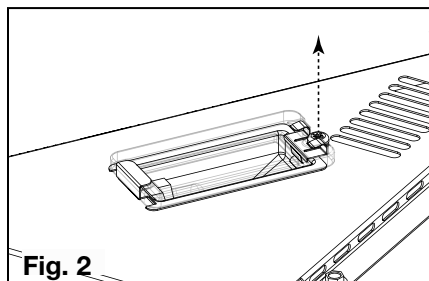
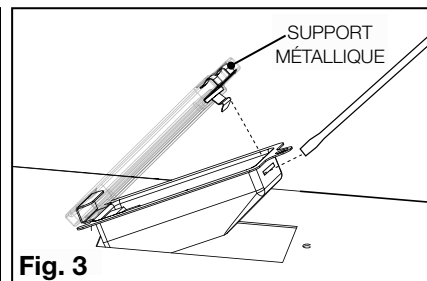

Fig. 2
Fig. 3
- ☐ 4. Retirez la vis fixant le boîtier de la veilleuse en place (**Fig. 2**). Sortez la lentille du boîtier (y compris le support métallique) en utilisant un tournevis et misez-la de côté (**Fig. 3**).